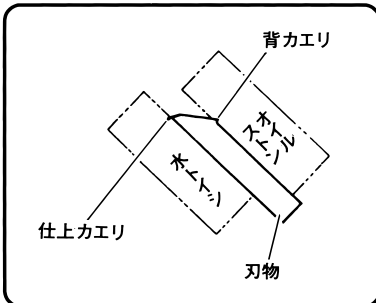

図 23
(7) 研磨が終わったら、仕上トイシと刃物を離し、仕上トイシ側のコックを閉じ、スイッチを切ります。
(8) 刃物台を手前に倒し、締付けナットをゆるめ刃物を取りはずします。
(9) バックカエリは、付属のオイルストーンで、仕上カエリは水トイシで取ってください。(図23)